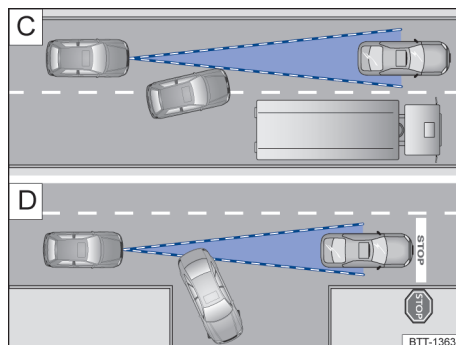

Fig. 103 [C] Cambio de carril. [D] Vehículo girando o parado.
Por ejemplo, si un vehículo detectado por el ACC gira o cambia de carril, y si hay un vehículo parado frente a este vehículo, el ACC no reaccionará al vehículo parado → fig. 103 .
- Vehículos que cambian al carril donde usted está a poca distancia del vehículo → fig. 103 .